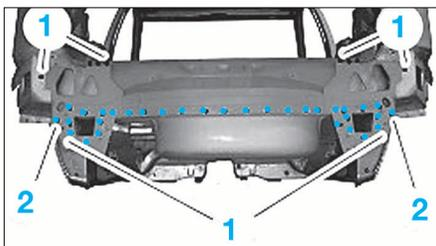

FIG. 96
- Souder par résistance par points les points (1) (Fig.96).